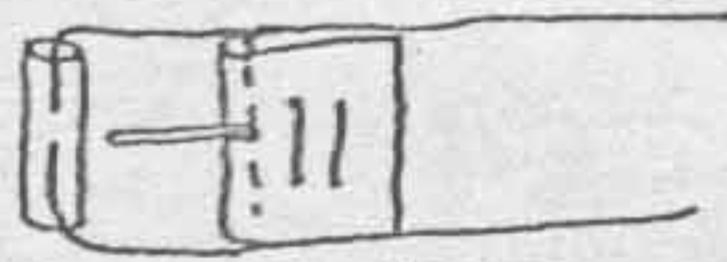

Рис. 6.
4. Все концы троса неламельно пропластируют. (рис. 6)